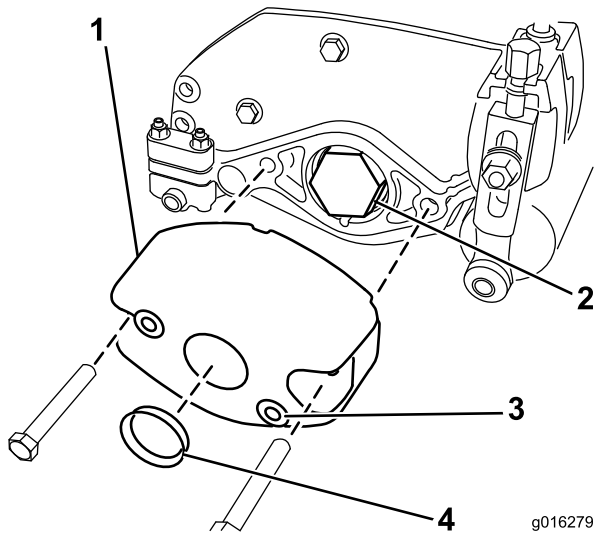

Figure 3
2. Déposez les fixations et le contreponds de l'extrémité du plateau de coupe ; voir Figure 3. En poussant de l'intérieur, déposez le bouchon du grand trou au centre du contreponds.
5. Reposez le contreponds sur le plateau de coupe au moyen des fixations retirées précédemment ; voir Figure 3.